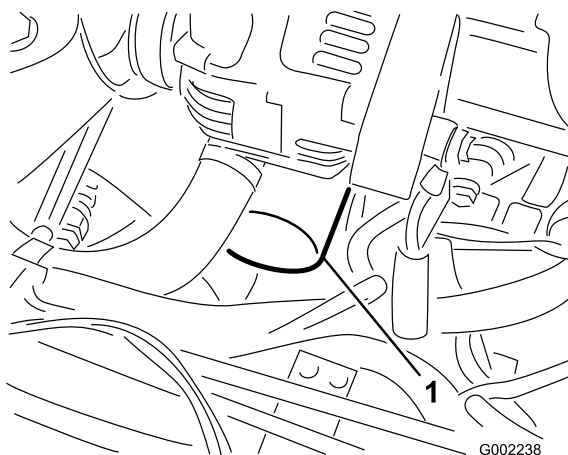

Figura 42
- Retire el filtro de aceite usado (Figura 42).
- Instale el filtro de aceite nuevo en el adaptador del filtro. Gire el filtro en el sentido de las agujas del reloj hasta que la junta de goma entre en contacto con el adaptador del filtro, luego apriete el filtro 1/2 de vuelta más (Figura 42).